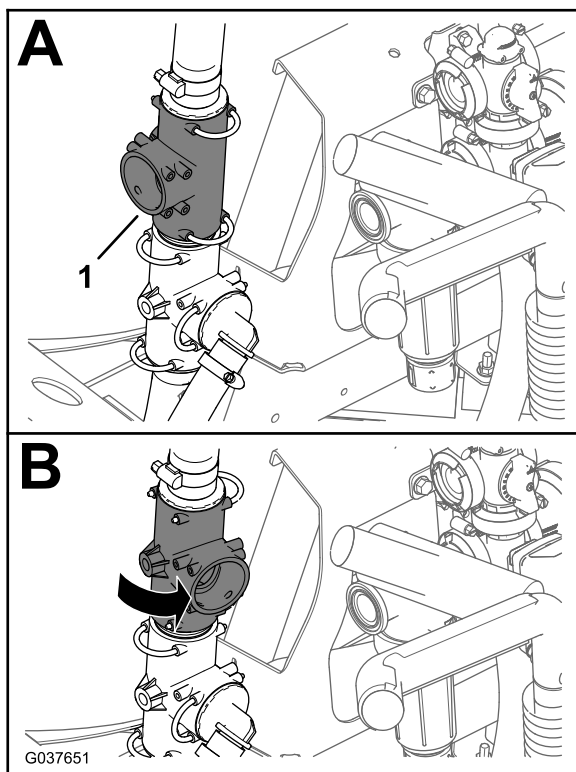

Figura 58
1. Ruotate il raccordo a T superiore di circa 80° in senso antiorario (Figura 58).